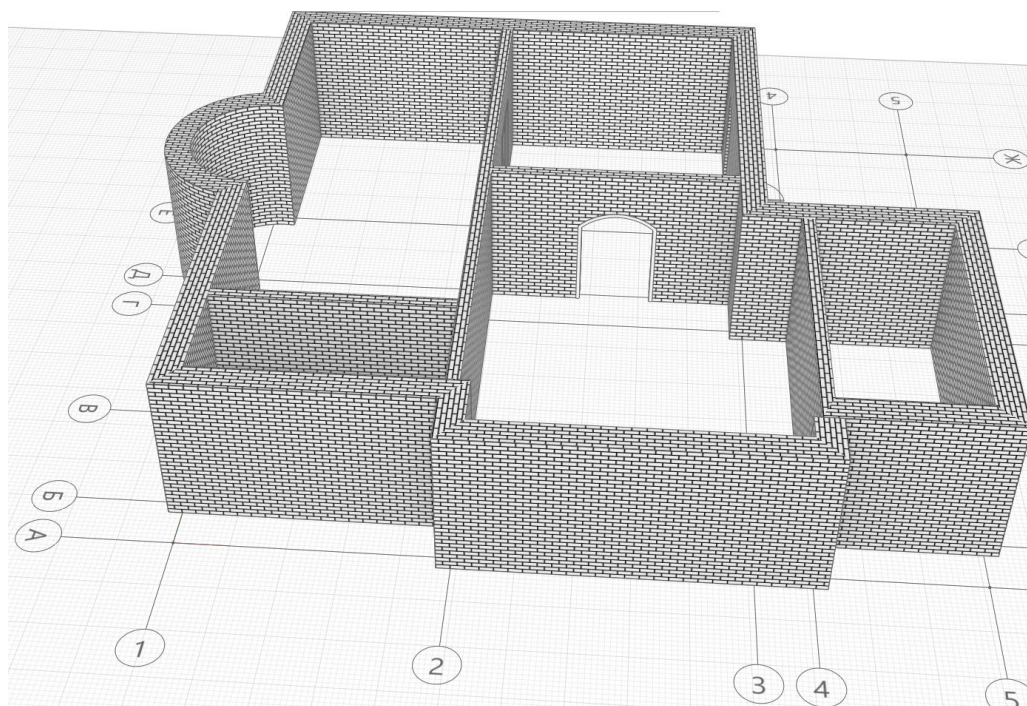

Рис. 4 Вставка проёма
5. Далее выбираем меняем параметры двери: высота – **2100 мм.**, ширина – **900 мм.**, форма проема – **арочный проём**, стиль двери – **обрамление проёма**, марка – **ДЗ**. Вставляем проём (рис. 4)